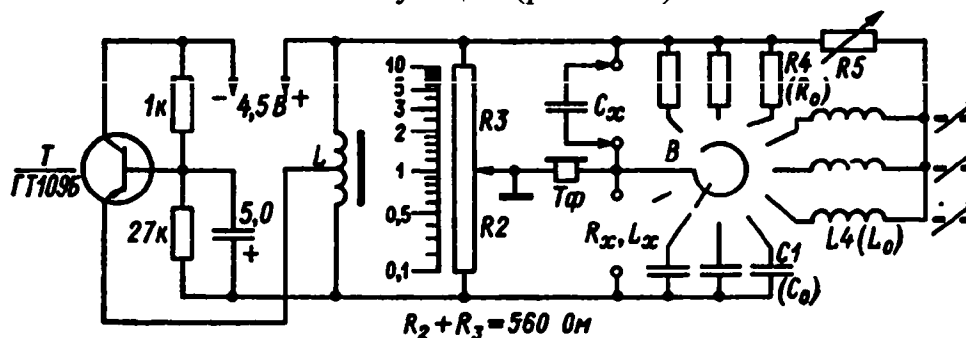

Рис. 1.12. Схема универсального реохордного моста для измерения сопротивлений, ёмкостей и индуктивностей
11. Мостовые схемы нашли широкое применение в измерительных приборах. Требуемая схема измерений формируется с помощью сложной системы коммутаций (рис. 1.12)